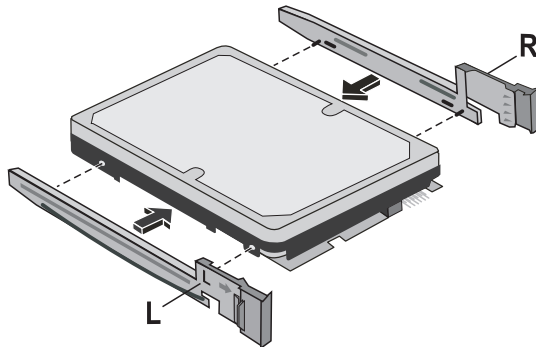

Abbildung 2-7: Befestigen der Schienen an einer Cold-Swap-Festplatte
5. Befestigen Sie die Schienen an den beiden Seiten der Festplatte (siehe Abbildung 2-7).